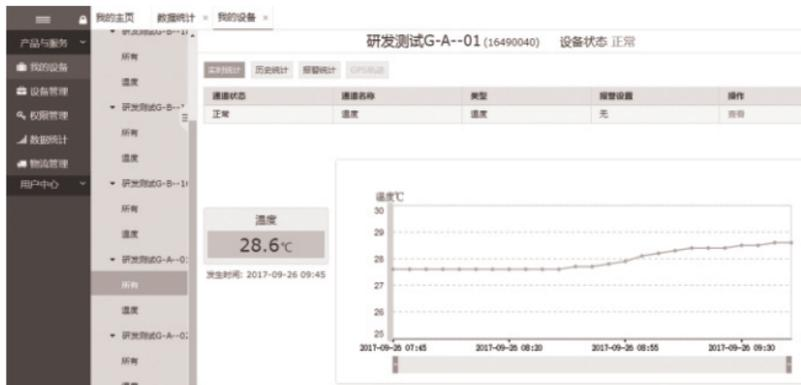

图18
(4) 添加完成后在“我的设备”里查看已经添加的设备，如图18